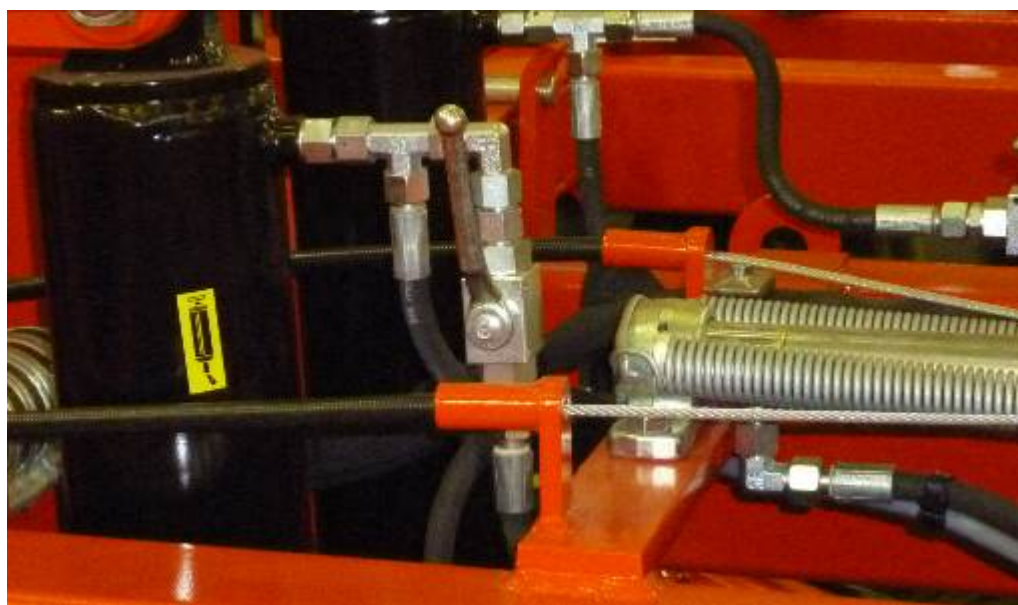

Рисунок 7.
- Открыть кран подачи гидравлики к гидроцилиндрам подъема и опускания опорных колес (рис. 7).